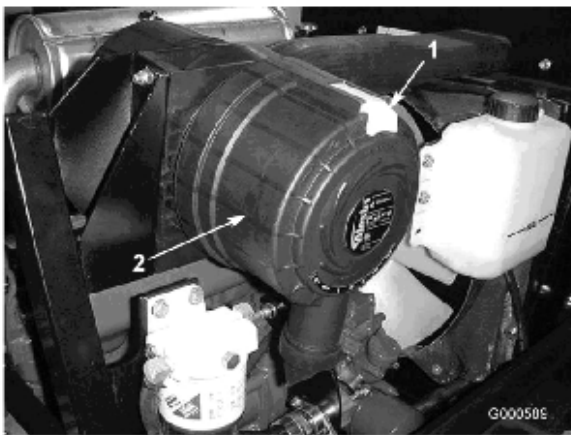

図 28
1. ラッチを引いて外し、カバーを左にひねってボディーからはずす (図 28)。